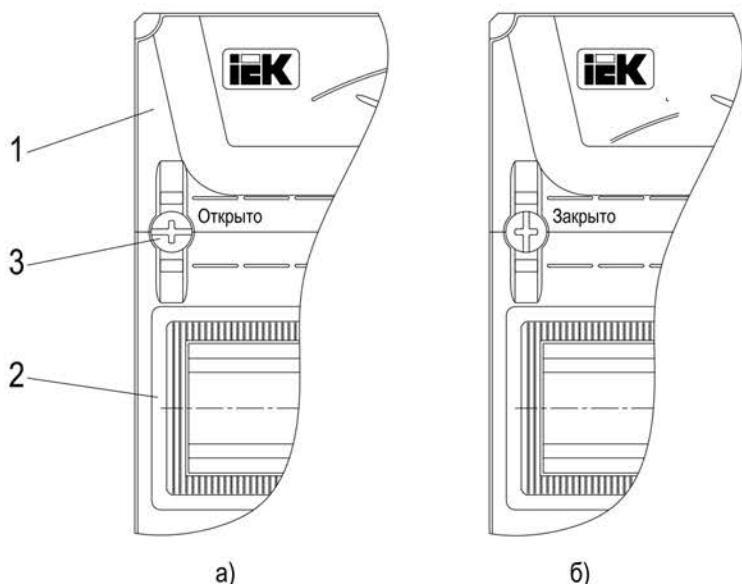

Рисунок 2 – Оперативная панель
6.2 Открыть дверь корпуса и посредством отвёртки повернуть крепёжные клипсы на оперативной панели на угол 90° (шильдики на головке клипсы должны вставать параллельно DIN-рейке), при этом панель защелкнется со стоек и её можно снять (рисунок 2а). Торцевым гаечным ключом на 10 мм открутить гайки и демонтировать из оболочки монтажную раму.
6.6 Установить оперативную панель. Для этого повернуть крепёжные клипсы таким образом, чтобы шильдики на головке встали перпендикулярно DIN-рейке и надавить на них, при этом панель защелкнется в стойке (рисунок 2б).